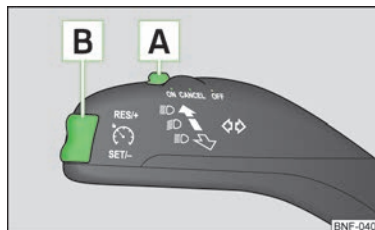

Bild 68
- Tryck brytaren **A** » *bild 68* till läge **ON**.
- Tryck vippomkopplaren **B** » bild 68 på sidan 60 till position **RES**.
- Den lagrade hastigheten kan genom ett tryck på vippomkopplaren **B** » bild 68 på sidan 60 till läge **SET** minskas.
Farthållaren **kopplas tillfälligt från**, genom att omkopplaren **A** » bild 68 på sidan 60 » Sidan 60 trycks till det återfjädrande läget **CANCEL** eller om broms- eller kopplingspedalen trycks in.
- Tryck omkopplaren **A** » bild 68 på sidan 60 » Sidan 60 till läge **OFF**.